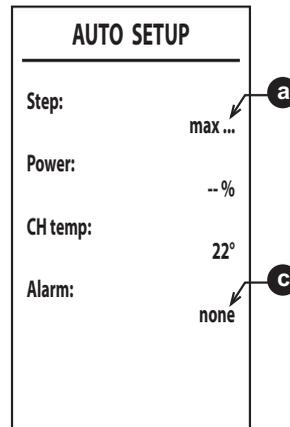

fig. 39
6. Después del encendido, el quemador se pone en modo calefacción a las distintas potencias (máx., med., mín.) indicadas por el punto **a** (fig. 39). Si la eliminación del calor de la instalación no es suficiente para hacer terminar el procedimiento, se puede activar una demanda de ACS **solo después de que se haya encendido el quemador**.
8. Si la secuencia de encendido descrita en el punto “6” no termina correctamente, se visualiza el mensaje **max\_err** en el punto **a** y un código de error en el punto **c** (fig. 39).